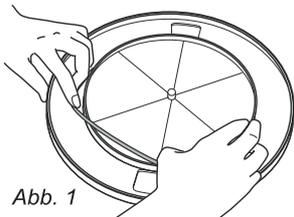

Abb. 1
1. Legen Sie den Gummiantriebsriemen um die Unterseite des Plattentellers (Abb.1).